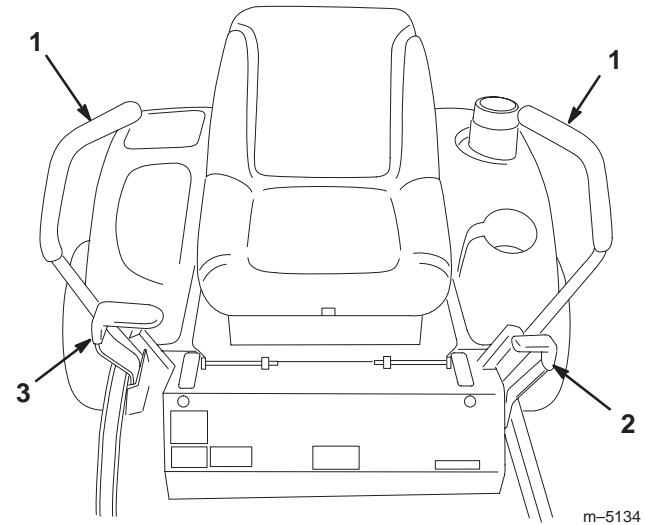

Bild 4
1. Schieben Sie die Fahrtriebshebel (Bild 4) nach außen in die Neutralsperrstellung.